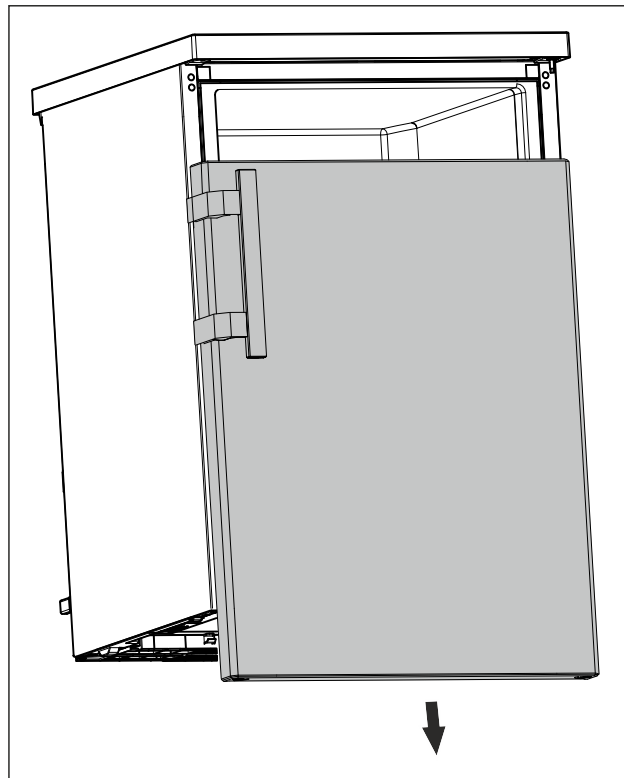

Fig. 13
- ▶ Зніміть дверцята в напрямку вниз. (див. Fig. 13)